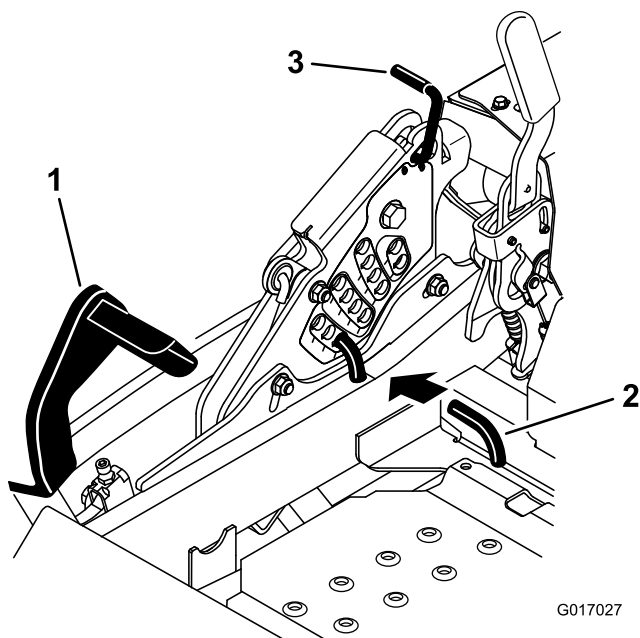

Figure 82
5. Enfoncez complètement la pédale de relevage du plateau de coupe pour verrouiller le plateau à la position de transport de 14 cm (Figure 82).